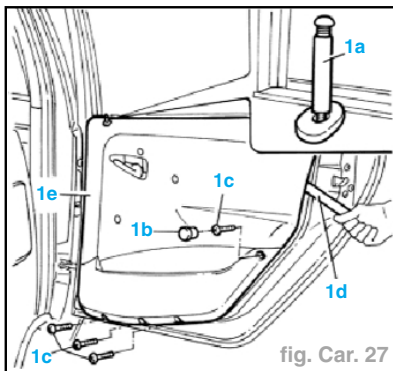

fig. Car. 27
- Dévisser les vis (1c) ; ensuite à l'aide de l'outil (1d), déboîter le panneau (1e) des retenues (fig. Car. 27).